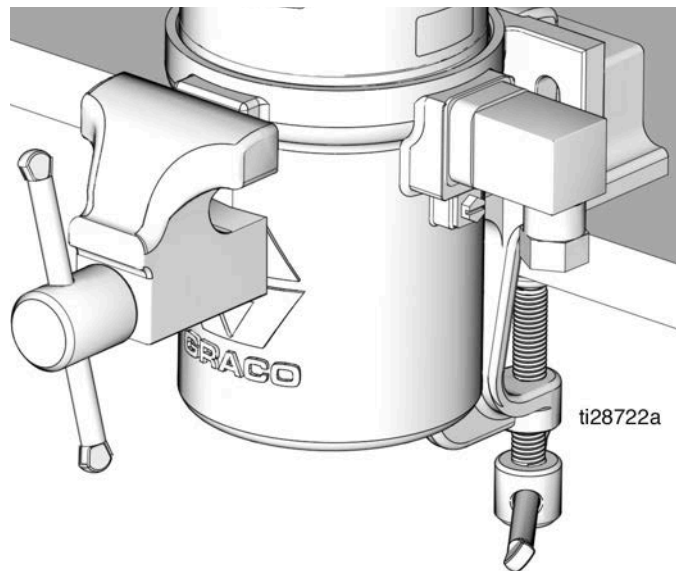

FIG. 12
8. Sujete la base de la bomba en un tornillo de banco como se observa en la FIG. 12. Utilice un tornillo de banco de mordazas de goma o coloque un trapo en las mordazas para proteger la superficie de la base de la bomba.